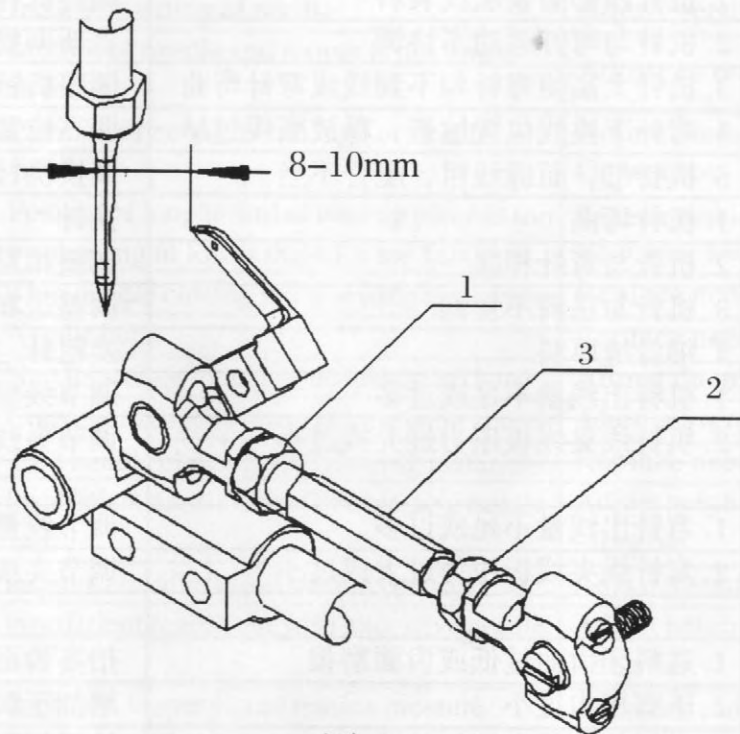

图 7
11、弯针位置的调整 (图7)
Setting the looper (fig.7)